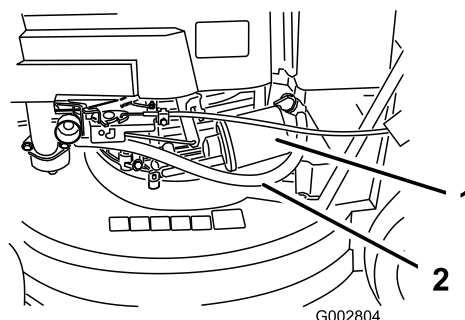

Figure 25
5. Placez un chiffon sous le filtre à huile pour recueillir l'huile qui peut s'écouler lors du retrait du filtre (Figure 25).